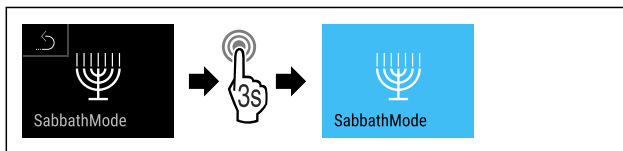

Fig. 12
- ▶ Izvedite zahtevane korake (glejte Fig. 12).